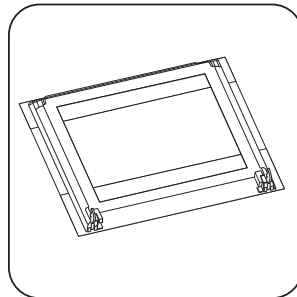

Figure 35: Placez la porte sur une surface douce
4. Mettez la porte sur un tissu doux sur une surface stable (Figure 35).